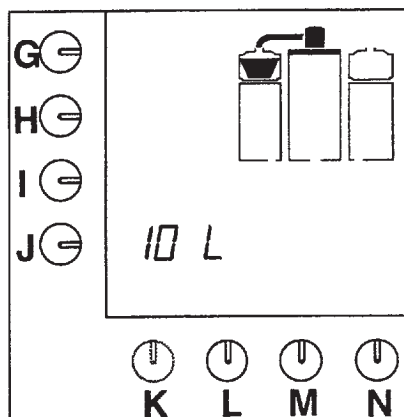

Рис.7 Фильтрация кофе
- Как только кофейный контейнер заполнится, на дисплее замигает с фильтрационным отделом. Это значит, что процесс фильтрации начался (рис.7).